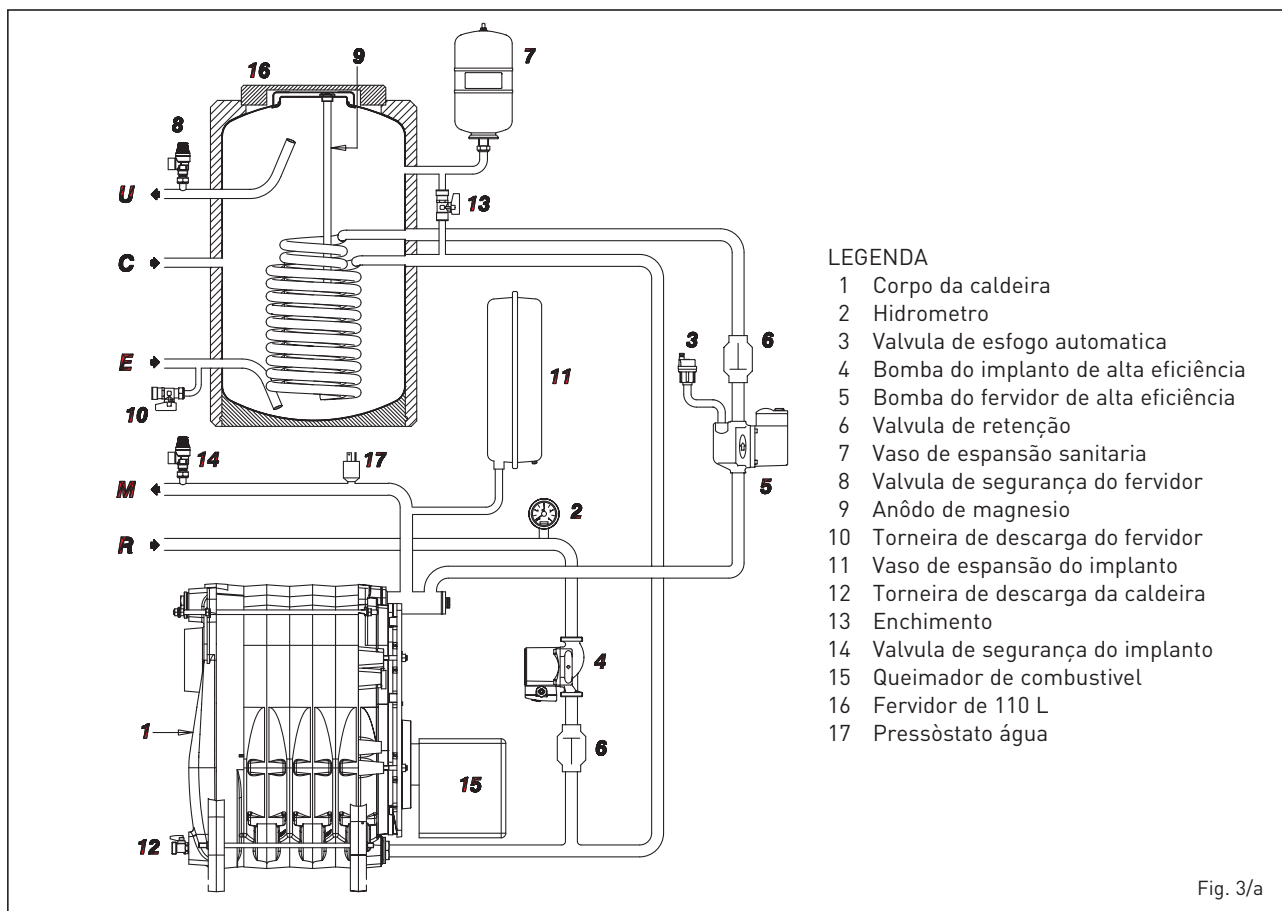

Fig. 3/a
1.5.1 Modelo “AQUA 25-35” (fig. 3)
1.5.2 Modelo "AQUA INOX 25-35" (fig. 3/a)